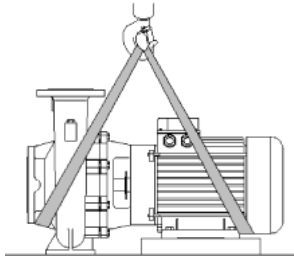

Рис. 2: Транспортировка насоса
- Проушины для транспортировки на моторе служат при этом только для задания направления при захвате груза (см. рис. 2).